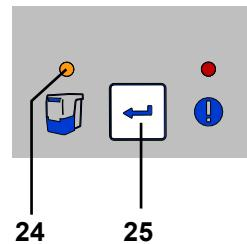

Fig. 11
- ⇒ Appuyer sur la touche Entrée (25) (le compteur qui saisit la périodicité est remis à zéro).
- ♦ Le voyant du tiroir à poussière (24) s'éteint.
**Si le tiroir à poussière n'est pas vidé, le voyant du tiroir à poussière (24, Fig. 11) reste allumé. Après la mise en marche / à l'arrêt de l'appareil, le signal sonore retentit à nouveau 3 fois pour rappeler qu'il est nécessaire de vider le tiroir à poussière.**